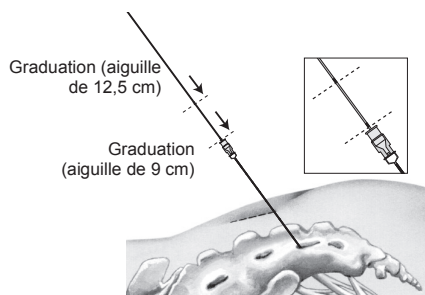

Figure 3. Insérer le guide directionnel dans l'aiguille pour trou sacré.
1. Extraire le mandrin de l'aiguille pour trou sacré et le repositionner à l'aide du guide directionnel, en alignant la partie inférieure de la graduation du guide directionnel avec la partie supérieure de la garde de l'aiguille (Figure 3).